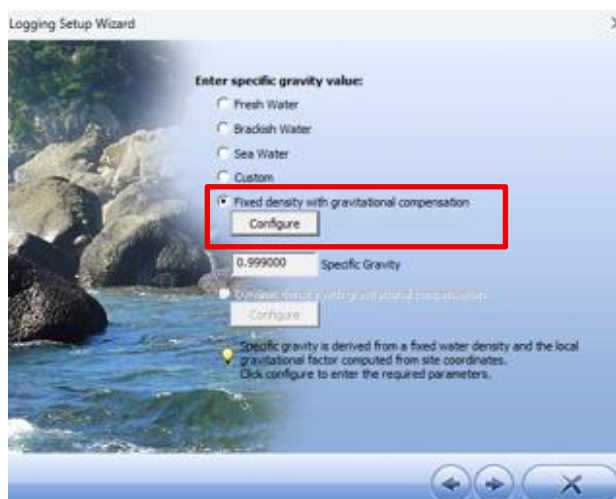

Figura 11: Ingreso de densidad vía software
- m) Realizamos la medición de densidad con densímetro en el pozo y debemos realizar el ingreso del dato en software, para que el transductor este en correcta medición con la configuración DTW, para ello seleccionamos al botón **“configure”** (Figura 11).